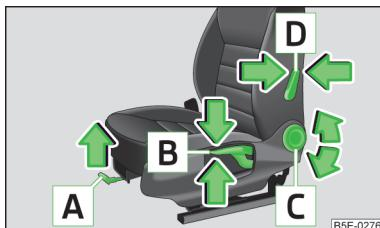

Fig. 46
Descripción de la imagen» fig. 46
- Tire de la palanca **A** » fig. 46 en la dirección de la flecha y deslice el asiento en la dirección deseada.
- Tire de nuevo de la palanca **B** » fig. 46 en el sentido de una de las flechas y presione.
- Descargue el respaldo (no se apoye en él) y gire la ruedecilla manual **C** » fig. 46 en el sentido de una de las flechas.
- Presione la palanca **D** » fig. 46 en el sentido de una de las flechas.